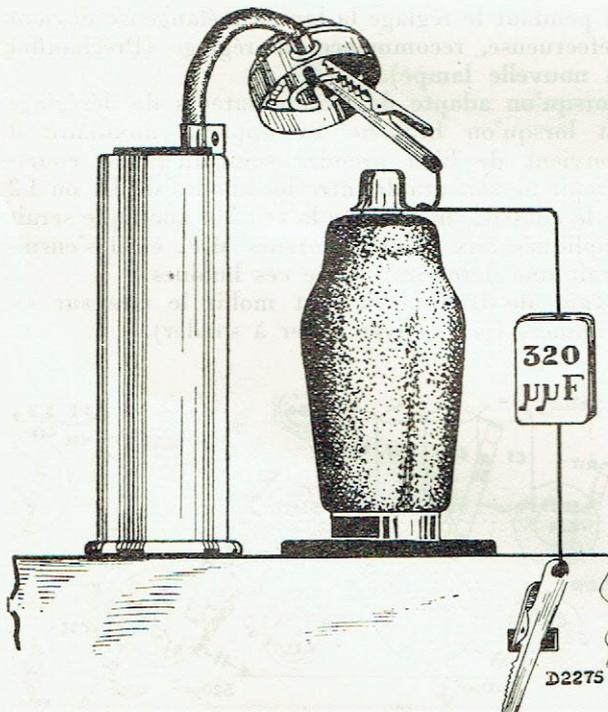

Fig. 4
11. Dérégler le 2e circuit à l'aide d'un condensateur 320  $\mu\mu\text{F}$  entre la grille de L2 et le châssis (voir fig. 4).